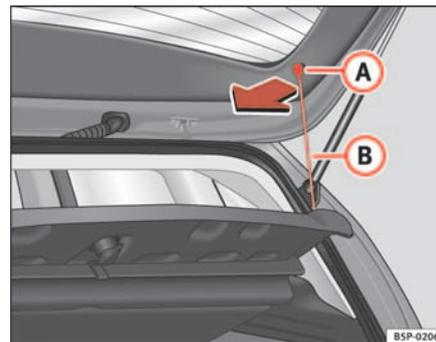

Fig. 120 Pianale portaoggetti
- Sganciare i tiranti ⇒ fig. 120 **B** dagli alloggiamenti **A**